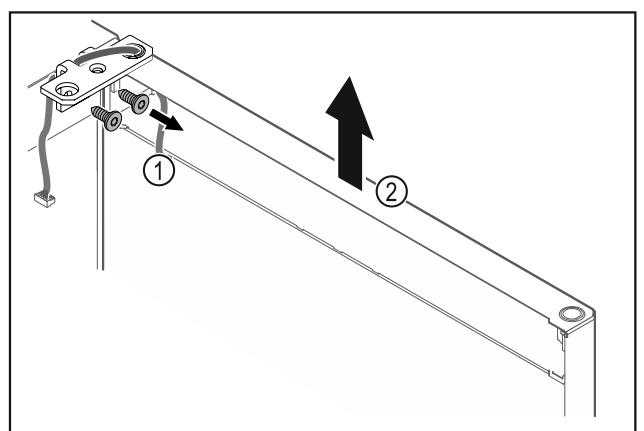

Fig. 20
- Scharnierwinkel Fig. 20 (1) abschrauben.
- Tür inklusive Scharnierwinkel Fig. 20 (2) circa 200 mm gerade nach oben heben und abnehmen.